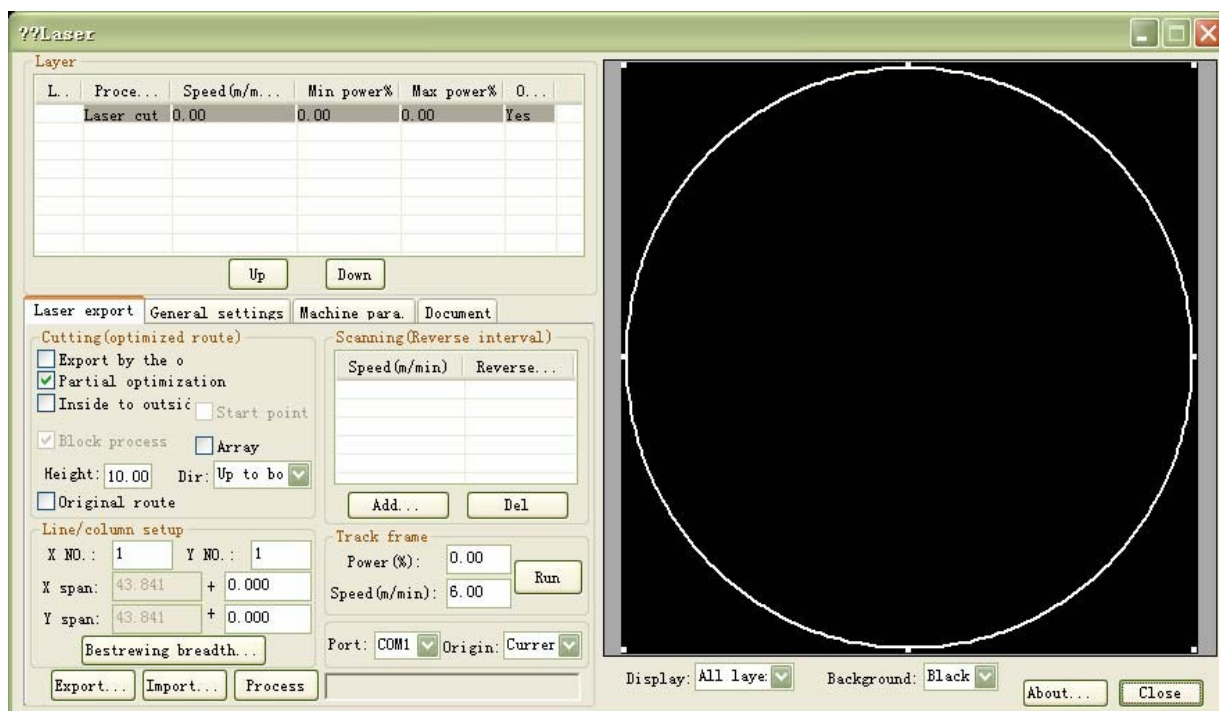

Рис.2-4
(1).Нажмите на клавишу *LaserRunning* (Управление лазером) или меню *LaserRunning*, главное меню *LaserRunning* показано на рис.2-4: